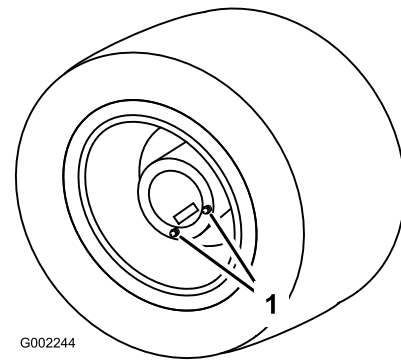

Figura 46
1. Posizionate l'irroratrice su un terreno pianeggiante con le ruote posteriori in posizione di spurgo come illustrato nella Figura 46.
3. Mettete una bacinella sotto i tappi di spurgo e toglieteli dalla ruota (Figura 46).